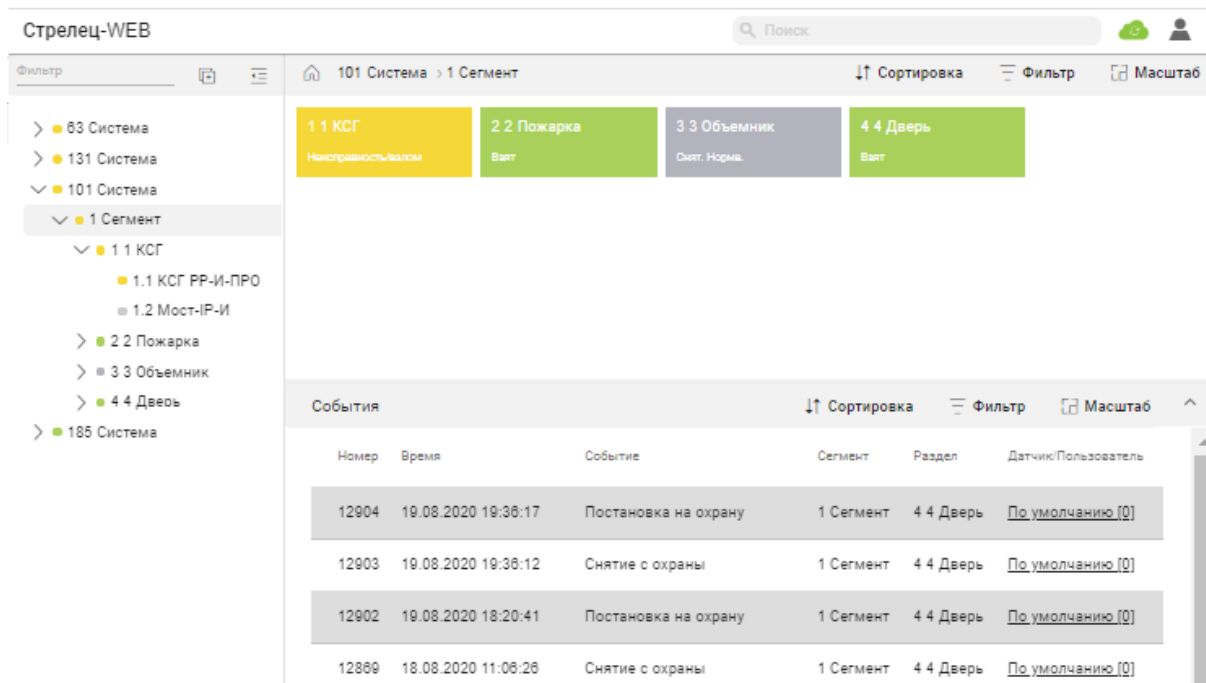

Рисунок 7.10
7.4.1 В левой части экрана расположено дерево объектов доступных пользователю (системы, сегменты, зоны...). В нижней части экрана расположен протокол событий для выбранного объекта (Рисунок 7.10).